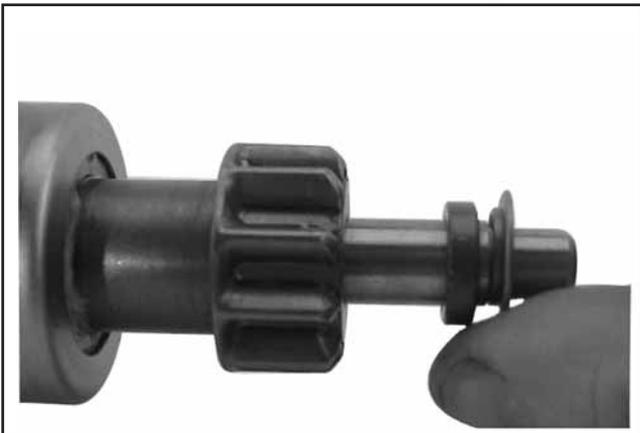

Figura 8-46. Instalação da Anilha de Impulso.
3. Instale a anilha de impulso de compensação (paragem) no desvio mais pequeno das superfícies da anilha/do contentor. Consulte a Figura 8-46.